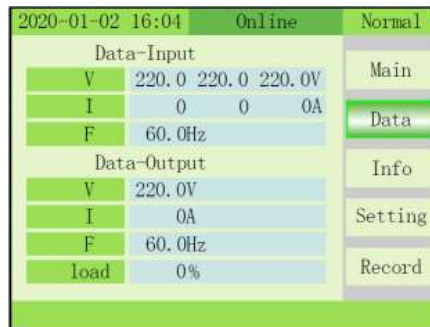

Fig. 4-4 Menú Data
3) DATA: Este menú muestra información detallada de entrada y salida (Fig. 4-4).